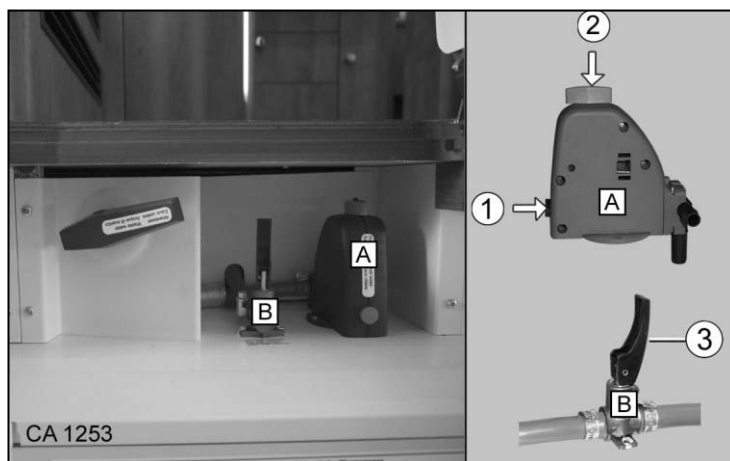

Fig. 141 Robinet de vidange (A) Chauffe-eau/robinet de vidange (B) Circuit hydraulique
- Placer le culbuteur (Fig. 141/3) du robinet de vidange (Fig. 141/B) uniquement horizontalement ou verticalement. Ne pas le tordre ! Le fait de tordre le culbuteur risque d'endommager le robinet de vidange et va le rendre non étanche. En cas de non-respect, la garantie Carthago prend fin.
2. Ouvrir le robinet de vidange (Fig. 141/A). Pour ce faire, tourner le verrou tournant (Fig. 141/2) dans le sens anti-horaire.
3. Ouvrir les robinets de vidange (Fig. 141/B). Pour cela, placer les culbuteurs (Fig. 141/3) verticalement.
- Pour l'équipement spécial Chauffage Alde, deux robinets de vidange (Fig. 141/B) sont installés au lieu des robinets de vidange (Fig. 141/A et B). Sur les deux robinets de vidange (Fig. 141/B), placer le culbuteur (Fig. 141/3) horizontalement.